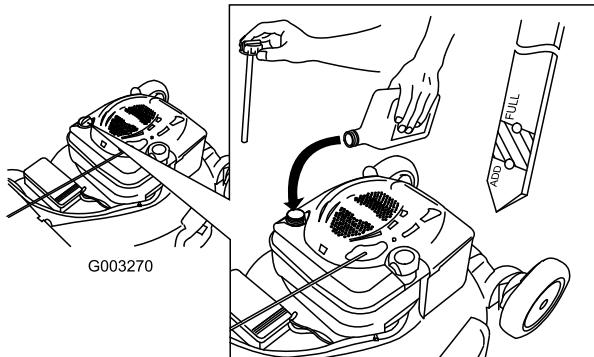

Figure 37
- Versez de l'huile **lentement** dans le goulot de remplissage pour faire monter le niveau de liquide jusqu'au repère du **plein** (Full) sur la jauge (Figure 37). Attendez 3 minutes après avoir fait l'appoint d'huile avant de contrôler le niveau d'huile avec la jauge. **Ne remplissez pas excessivement.** (Remplissage max. : 0,59 l (20 oz), type : huile détergente SAE 30 de classe de service API SF, SG, SH, SJ, SL ou supérieure.)